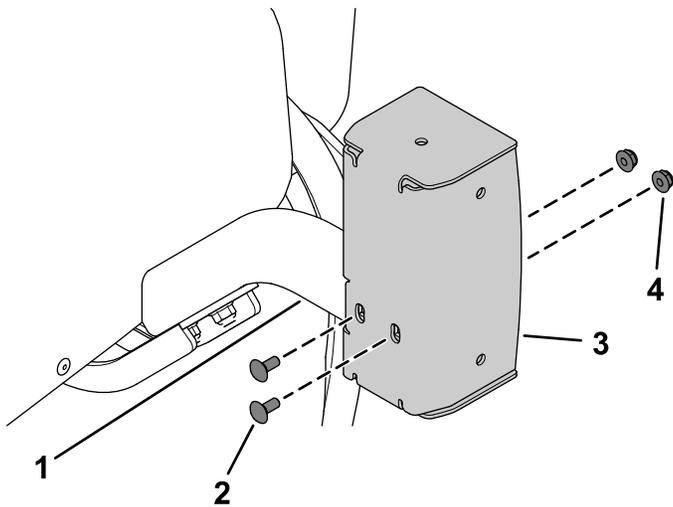

**Bild 19**
- **Modell 31980 ausgestattet:** Befestigen Sie die rechte lange Halterung (Bild 19) an der rechten Halterung mit zwei Schlossschrauben ( $\frac{5}{16}$ " x  $\frac{3}{4}$ ") und zwei Bundmuttern ( $\frac{5}{16}$ ").
- **Model 31981 ausgestattet:** Befestigen Sie die rechte kurze Halterung (Bild 19) an der rechten Halterung mit zwei Schlossschrauben ( $\frac{5}{16}$ " x  $\frac{3}{4}$ ") und zwei Bundmuttern ( $\frac{5}{16}$ ").